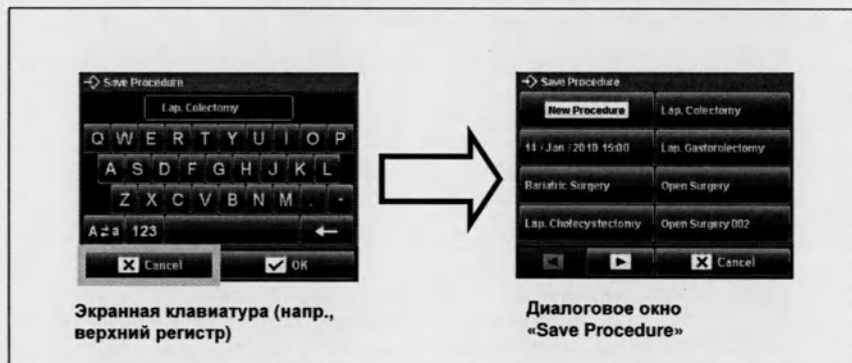

Рис. 6.10
- На экране отобразится диалоговое окно «Save Procedure» (см. рис. 6.10).